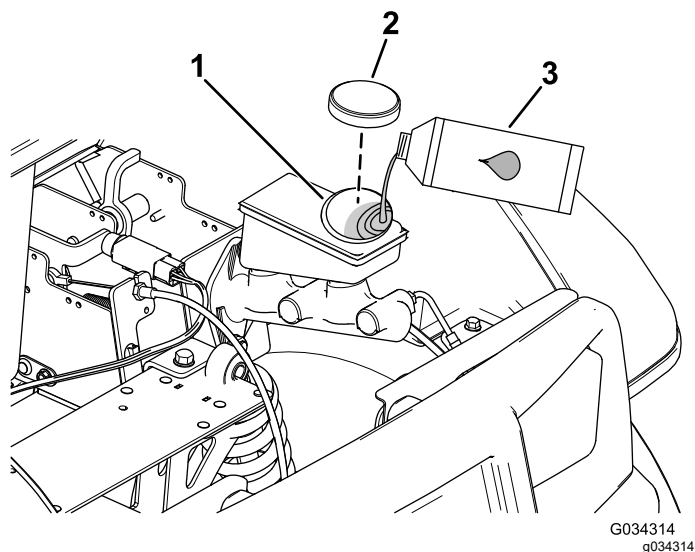

Рисунок 51
2. Поднимите капот, чтобы получить доступ к главному тормозному цилиндру и бачку (Рисунок 51).
- A. Очистите область вокруг крышки бачка и снимите крышку (Рисунок 51).
- C. Установите на место крышку бака (Рисунок 51).